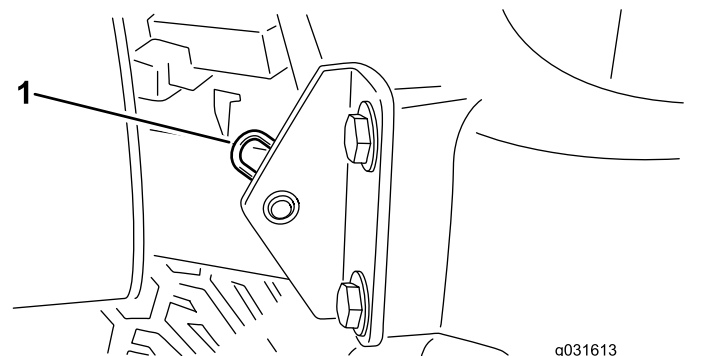

Bild 58
2. Entfernen Sie den Splint, mit dem das Gelenk der Motorhaube an den Befestigungshalterungen befestigt ist (Bild 58).